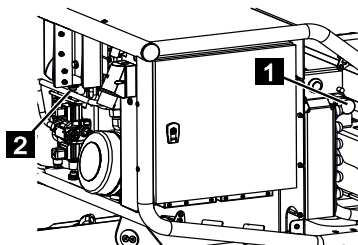

Fig. 201
3. Enfoncer la vanne [Appui, chenille] (Fig.201/1) et la verrouiller dans le sens des aiguilles d'une montre.
4. Visser la vanne [LS] (Fig.201/2) à fond dans le sens des aiguilles d'une montre.